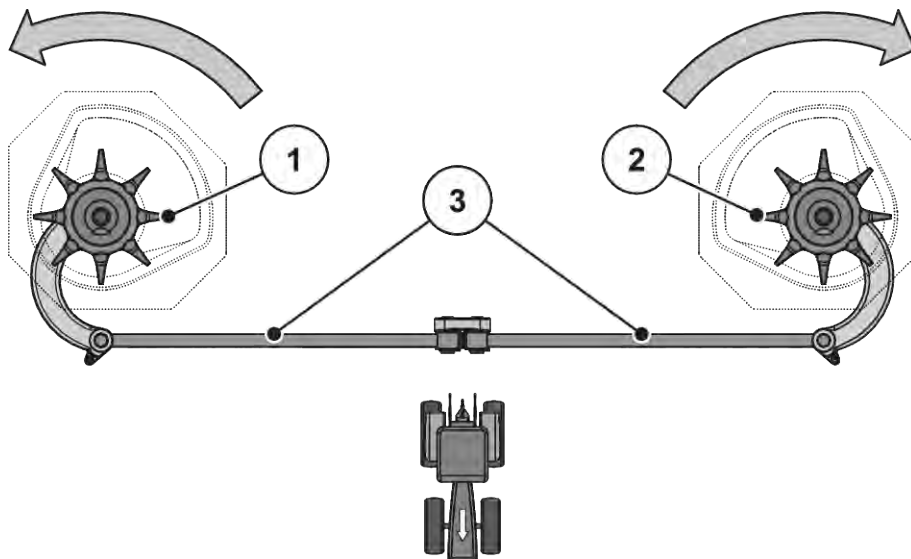

Fig. 52: Kontrollere røreverksdrev
- Drei blandehodet for hånd **i retningen til spredeskiven**. Se Fig. 52 Kontrollere røreverksdrev.
- Drei rørehodet for hånd eller ved hjelp av et oljefilterbånd kraftig **mot dreieretningen til spredeskiven**. Se Fig. 52 Kontrollere røreverksdrev